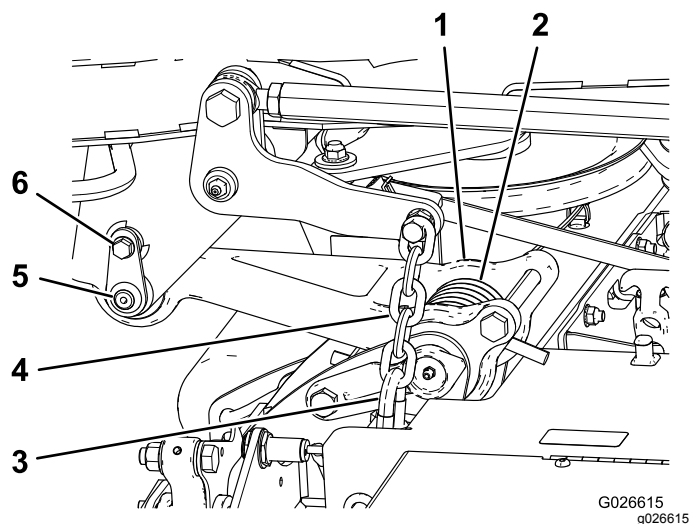

Рисунок 19
**Примечание:** Поместите деревянный брусок или аналогичную регулировочную прокладку под каждое звено, чтобы удерживать их в поднятом положении (Рисунок 19).
2. Выровняйте тяговое звено относительно несущей рамы и присоедините звено с помощью стопорного штифта (Рисунок 19).
3. Прикрепите стопорный штифт к раме с помощью винта с буртиком (Рисунок 19).